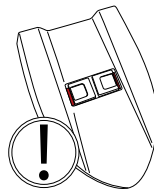

Fig.20
- Trykk på lokket til du merker at de to glidelukningene på oppsamlingstanken festes. De to lukningene skal begge bevege seg mot utsiden av lokket (fig. 20).
Lokket er korrekt installert når bakgrunnen med RØD farge IKKE er synlig på plassene til de to lukningene (fig. 20).